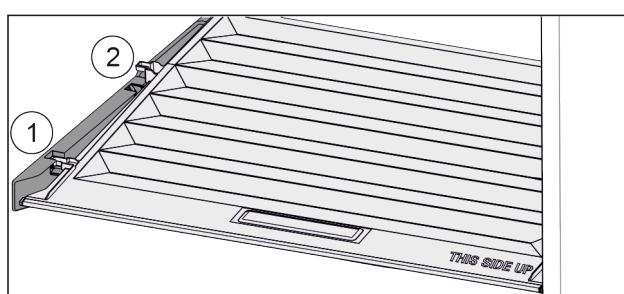

Fig. 78
- ▶ Потянуть крышку до отверстия в поддерживающих деталях вперед Fig. 78 (1).
- Поднять сзади снизу и извлечь Fig. 78 (2) движением вверх.